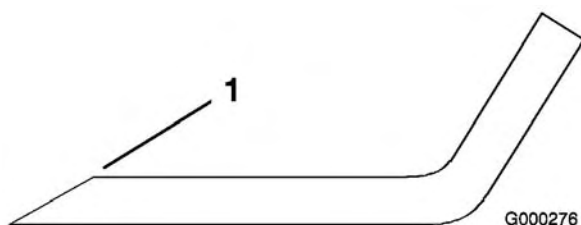

Figure 94
3. Examinez les tranchants de toutes les lames et aiguissez-les s'ils sont émoussés ou ébréchés. N'aiguissez que le haut du tranchant et conservez l'angle de coupe d'origine pour obtenir une coupe nette (Figure 94). Limez la même quantité de métal sur chacun des deux tranchants pour ne pas déséquilibrer la lame.